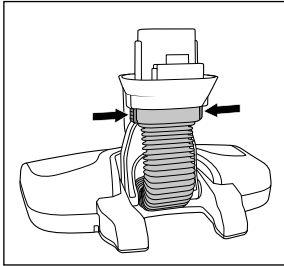

Bild 17
- ◆ Tryck ihop de båda upplåsningknapparna **13** på slangstycket och dra av det (se bild 17).